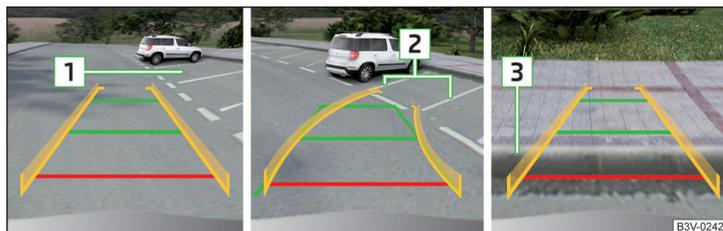

Abb. 254 Bildschirmanzeige
- An der ausgewählten Parklücke **1** » **Abb. 254** langsam vorbeifahren und das Fahrzeug anhalten.